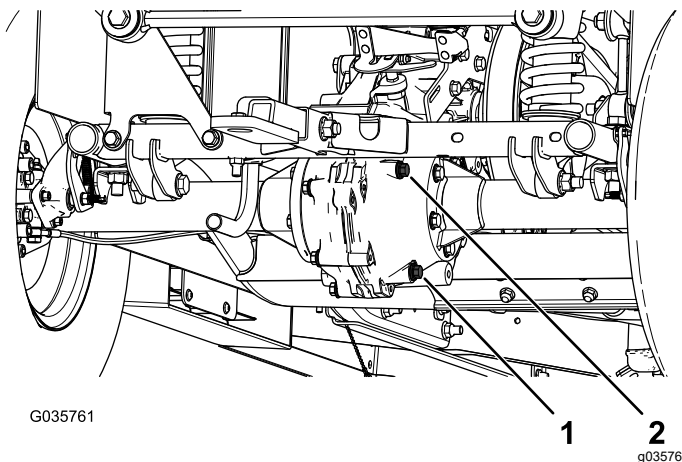

Figura 58
4. Retire el tapón de llenado del transeje (Figura 58).
5. Si el nivel de fluido es bajo, retire el tapón de llenado y añada fluido del tipo especificado hasta que salga del orificio (Figura 58).
1. Coloque un recipiente debajo del tapón de vaciado (Figura 58).
2. Retire el tapón de llenado y la junta (Figura 58).
3. Retire el tapón de vaciado y la junta, y deje que el fluido se drene completamente (Figura 58).